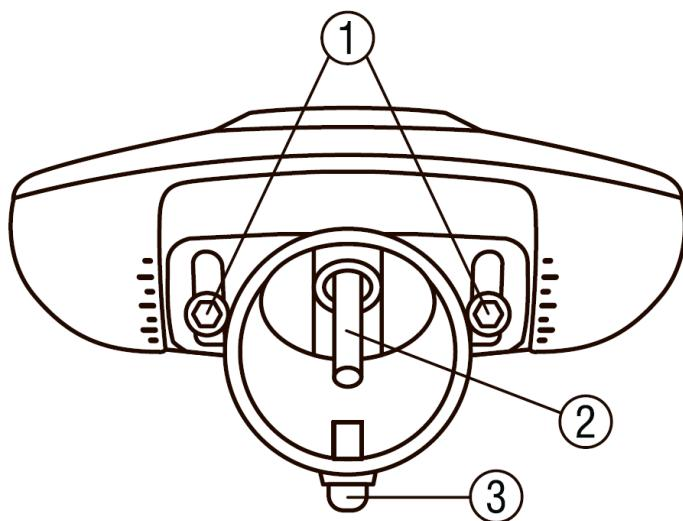

Рис. 4
6.3.4 Отрегулируйте необходимый угол наклона светильника и зафиксируйте его с помощью винтов (1) (Рисунок 4). Установка светильника осуществляется на опору с круглым сечением диаметром 54-59 мм. Установите светильник на опору, повставив подсоединененный кабель (2) внутрь опоры. Зафиксируйте светильник на опоре, плотно затянув фиксирующие болты (3), используя ключ на 13 (в комплект не входит). Убедитесь, что конструкция надежно зафиксирована.